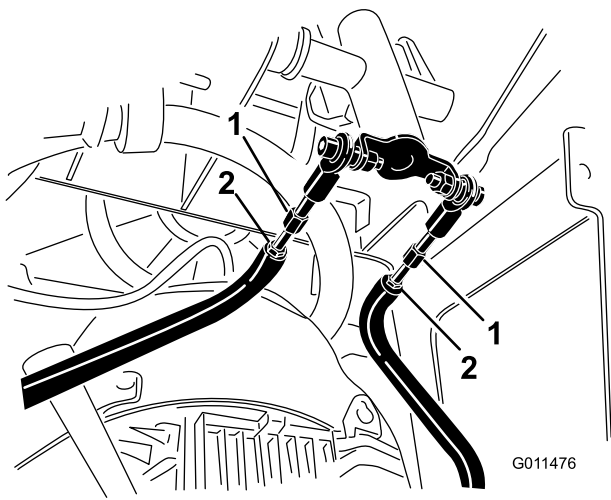

Figura 55
- D. Desaperte as porcas de bloqueio nas barras de tração, debaixo do painel de controlo (Figura 55).